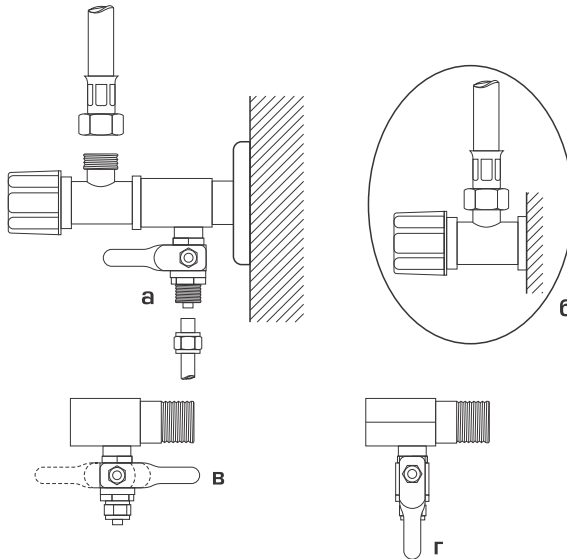

Рисунок 5. Устройства для подсоединения к водопроводу
- в) для легкой регулировки к трехдорожному адаптеру устанавливается шаровидное приспособление, обмотанное тефлоновой лентой (рисунок 5.а);
- г) соедините шланг к шаровидному приспособлению (рисунок 5.б);
- д) обратите внимание на то, чтобы шаровидный вентиль был в закрытом положении (рисунок 5.в);
- е) откройте воду, проконтролируйте места соединения на течь (рисунок 5.г);